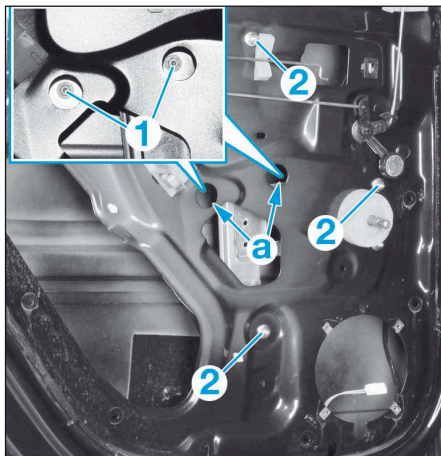

FIG.48
- Descendre la vitre afin d'accéder aux vis (1) au travers des orifices (a) (Fig.48).
- Déposer les vis (1).
- Déposer les écrous (2).